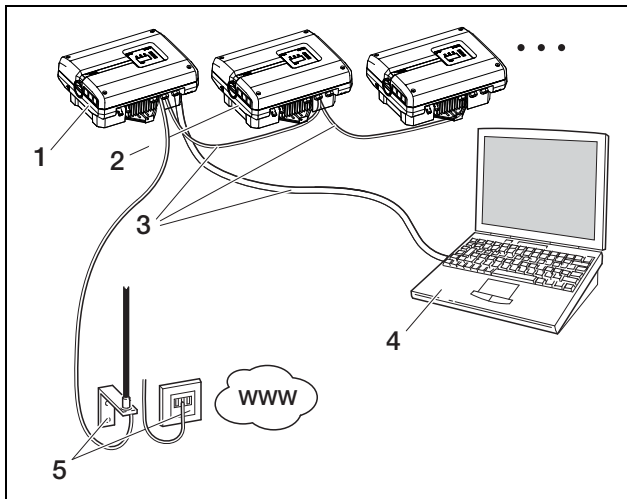

Abbildung 51: Netzwerkeinstellungen mit manueller Netzwerkkonfiguration bei Analog- oder GSM-Kommunikation, Subnetzmaske 255.255.255.0 (☐ externer Router)
- Sie betreiben ein lokales Netzwerk (Ethernet) mit festen IP-Adressen und wollen den Wechselrichter in das Netzwerk integrieren (Abbildung 51).